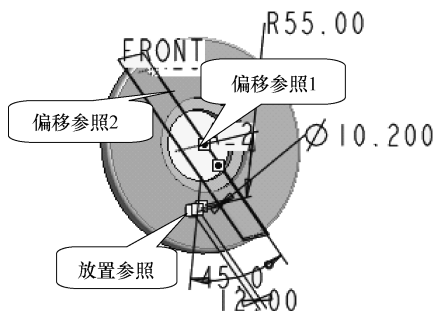
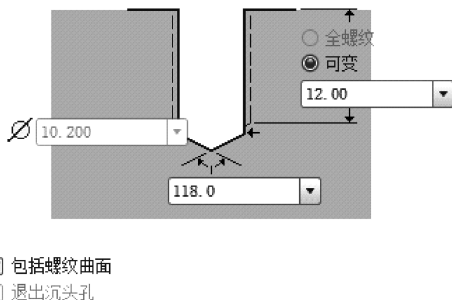

图 7-125 参照选取
图 7-126 定义孔的形状
(11) 在对话框的【孔直径】组合框中将直径值修改为“11”，选项【拉伸深度】类型为【穿透】方式，在图形区按钮鼠标中键完成第一个孔特征。
(12) 单击【工程特征】工具栏中的【孔】按钮，弹出【孔】操控板。
(13) 选择模型右端面为钻孔面。注意：选择右端面时，需要在欲创建孔的大体中心位置单击右端面。
(14) 在操控板中单击【参照】按钮，弹出【参照】下滑面板，在【类型】列表中选择【径向】选项，按钮【偏移参照】收集器，使其处于淡绿色激活状态。
(15) 在图形区选择“A_2”基准轴作为偏移参照 1，在图形区出现以该轴为中心的半径尺寸，双击该尺寸，在菜单的组合框中输入数值“55”，按〈Enter〉键确认，如图 7-125 所示。
(16) 按住〈Ctrl〉键选取“FRONT”基准面作为偏移参照 2，在图形区出现角度尺寸，双击该尺寸，在出现的组合框中输入数值“45”，按〈Enter〉键确认，如图 7-125 所示。
(17) 在对话框中单击【标准孔】按钮，使其处于按下状态，在【标准类型】下拉列表框中选择“ISO”。
(18) 在对话框的【标准螺纹】下拉列表框中选择“M12×1.75”。
(19) 在【拉伸深度类型】列表中选择【拉伸深度】类型为【盲孔】.
(20) 在对话框的【钻孔深度值】组合框 中将钻孔深度修改为“12”。
(21) 单击操控板中的【形状】按钮，弹出【形状】下滑面板，设置各参数，如图 7-126 所示。
(22) 拖动鼠标中键从各个方向预览模型，符合设计要求后，单击控制区的【应用】按钮 ☒，完成第 2 个孔特征。